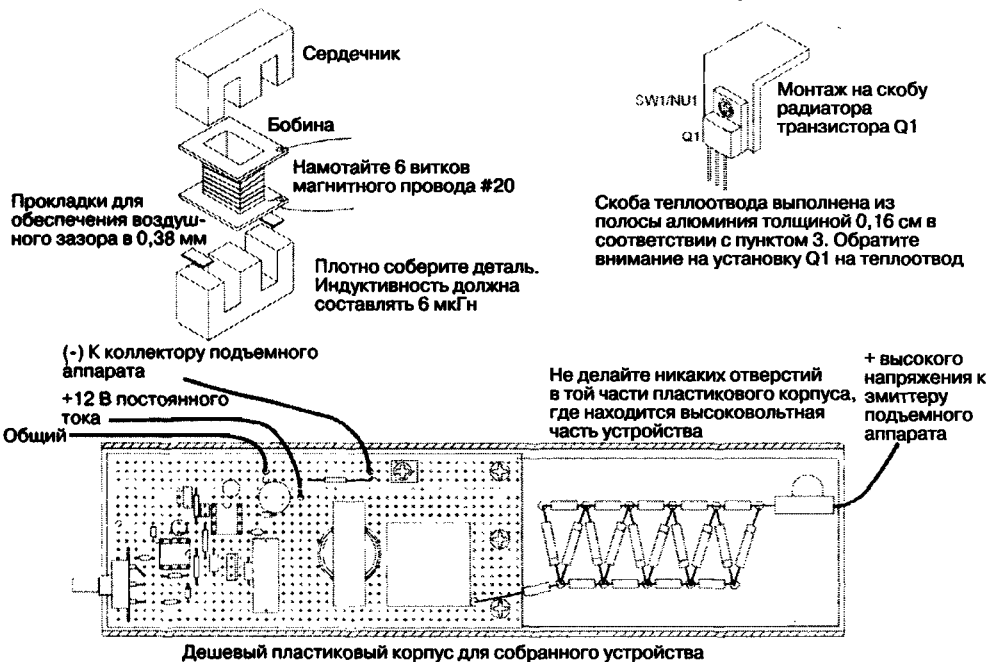

Рис. 1.4. Вид для сбора токовой катушки индуктивности и скобы теплоотвода Q1
3. Изготовьте металлический теплоотвод для транзистора Q1 в виде скобы из пластины алюминия размером 3,8×1,9 см (1,5×0,75 дюйма), как показано на рис. 1.4.
4. Соберите катушку индуктивности L1 (см. рис. 1.4).